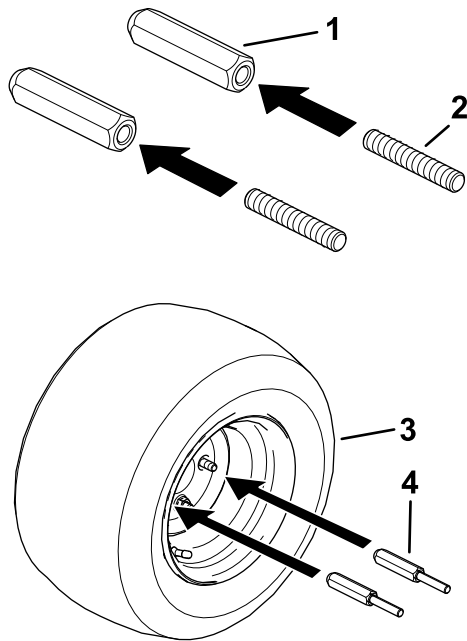

Figure 2
4. Vissez les goujons filetés à fond dans les adaptateurs de masse de roue (Figure 2).
5. Installez les adaptateurs sur les goujons de roue où se trouvaient les écrous de roue précédemment (Figure 2).